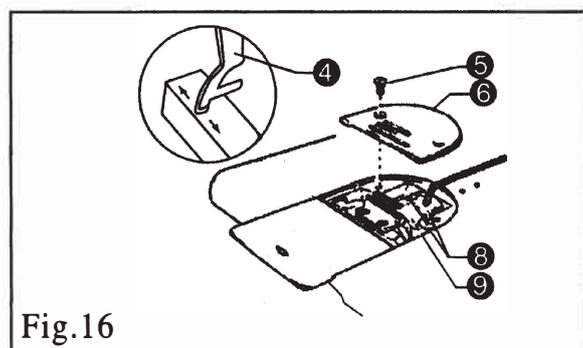

Fig.16
- 2) Quite el tornillo ① y coloque el dedo ②
- 3) Quite el tornillo ③ y la contracuchilla ④ (Fig. 16)